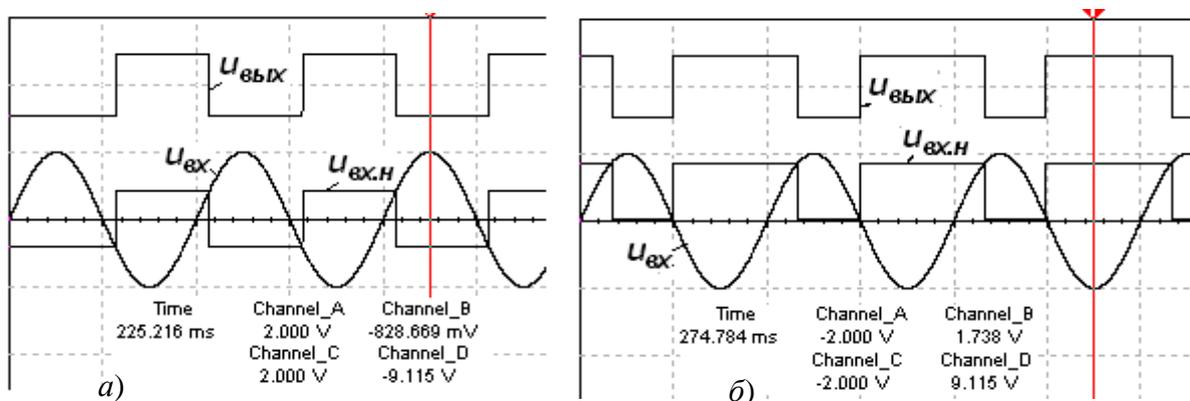

Рис. 4.7
2.1. Задать режим синусоидального напряжения функционального генератора **XFG1**, амплитуду $U_m = 1,5$ В, частоту $f = 10$ Гц, смещение уровня напряжения вниз по вертикали на $-1,5$ В и ЭДС $E_1 = 0$ генератора постоянного напряжения **E1**. **Установить** переключатель **A** в верхнее положение и **замкнуть** ключ **B**. **Запустить** программу моделирования и, воспользовавшись визирными линиями, в окне осциллографа **XSC1** **измерить** параметры выходного напряжения ($U_{вых}^-$, $U_{вых}^+$ и $t_1 = t_2$) типа меандр. **Скопировать** окно осциллографа (см. рис. 4.7, а) на страницу отчёта. **Повторить** операции п. 2.1 при $E_1 = u_{он} = 0,8$ В.
2.2. Установить переключатель **A** в нижнее положение и **разомкнуть** ключ **B**, тем самым подав, кроме синусоидального напряжения $u_{вх}$, сигнал помехи на инвертирующий вход ОУ от генератора **E4** и разомкнув цепь ПОС. **Запустить** программу на исполнение. **Скопировать** окно осциллографа (см. рис. 4.7, а) на страницу отчёта.
2.3. Замкнуть ключ **B**, восстановив цепь ПОС. **Запустить** программу на исполнение. **Скопировать** окно осциллографа (см. рис. 4.7, б) на страницу отчёта. **Сравнить** выходные сигналы компаратора, полученные в результате выполнения операций п. 2.2 и п. 2.3.